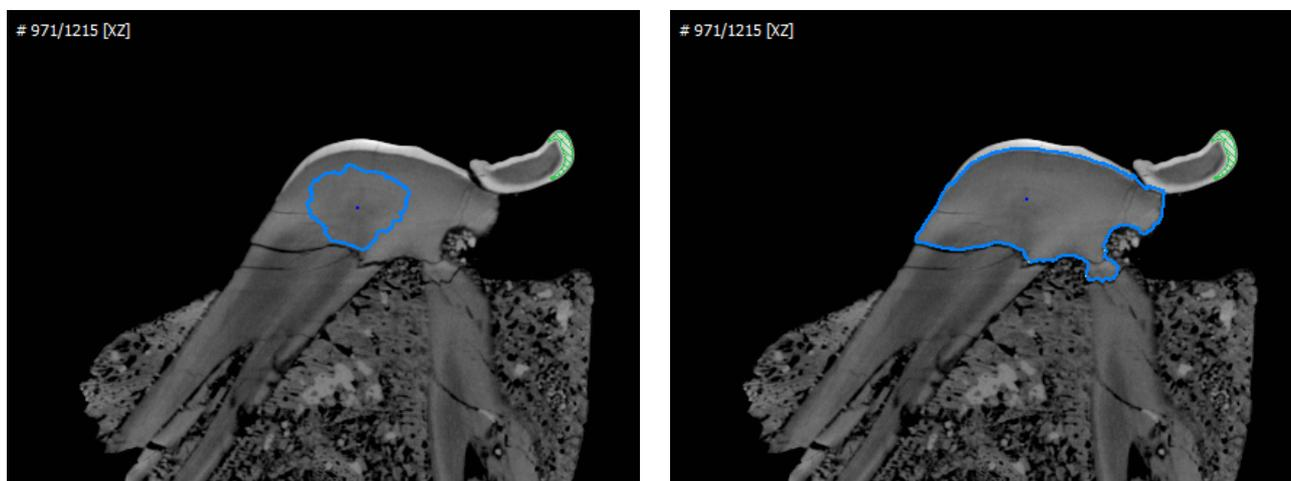

Figure 48: Étapes intermédiaire (gauche) et finale (droite) de propagation à l'aide de l'outil Blow.
- l'outil **Blow Tool** étend la zone de sélection à partir d'un point par contrôle à la souris, figure 48. Les paramètres de Tolerance influent sur le contraste nécessaire aux contours de l'image pour contraindre le contour à ne pas les franchir. Avant le calcul, un filtrage est réalisé et le paramètre Gauss width contrôle le lissage du filtre.